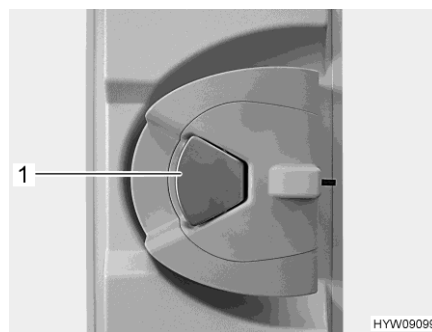

Bild 42 Dörrlås (ingångsdörr insida)
Öppna: ■ Om dörrlåset är låst: Dra en gång i dörrhandtaget (Bild 42,1). Dörren är upplåst.
■ Dra i dörrhandtaget (Bild 42,1). Dörren är öppen.
Låsa: ■ Tryck ned dörrhandtaget (Bild 42,1).